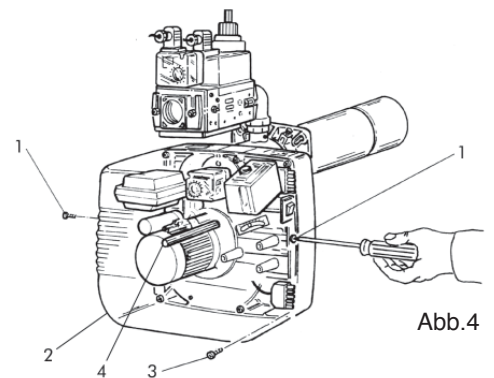

Abb.4
Um Zugang zu den Hauptbestandteilen zu bekommen, braucht nur die Haube abgenommen zu werden, wie in (Abb.4) gezeigt. Die Wartung des Brennerkopfs wird auf folgende Weise durchgeführt:
- Die Schrauben 1 lösen und die Haube 2 abnehmen (Abb.4).
- Die Schrauben 3 und den Mittelbolzen 4 lösen (Abb.4).